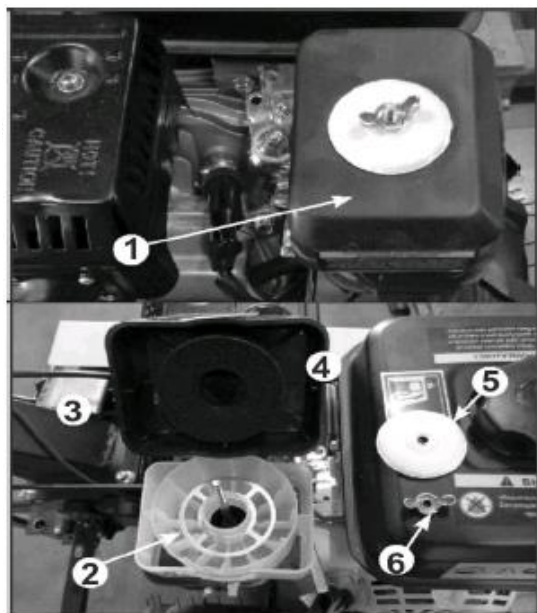

Рис. 21
4. В маслозаливное отверстие (см. рис. 21) вставьте подходящую воронку и залейте 1,6 л. рекомендованного трансмиссионного масла.